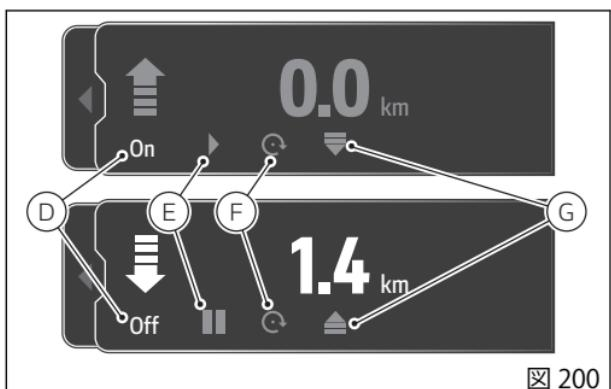

図 200
- ・「On」または「Off」：カウンターの起動または停止(D、図 200)
- ・▶開始、または II 一時停止：走行距離計算の起動または停止(E、図 200)
- ・⌚リセット：カウンターのリセット(F、図 200)
- ・▲増分、または ▼差分：走行距離計算モードの変更(G、図 200)